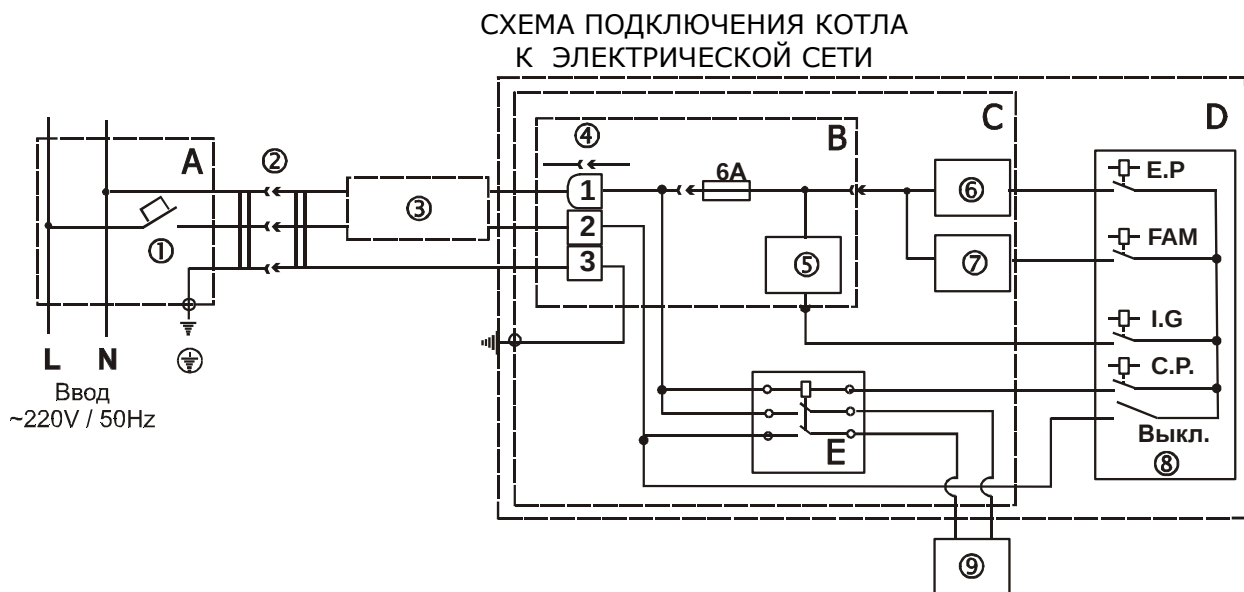

Рис. 33.1.
2. Подключение котла к электрической сети. (Рис. 33.1.)
2.1. Подключение котла к электрической сети отапливаемого объекта выполняется, как показано на схеме подключения котла к электросети (см. рис. 33.1. и рис. 34.2.).
Условные обозначения на схеме (рис.33.1.):
2.2. Электрическое оборудование котла должно питаться от одного источника электроэнергии и выключаться при помощи одного выключателя. Для этого, на обогреваемом объекте, электропитание котла (см. рис. 33.1.) выполняется от распределительного шкафа "A", и отдельного автоматического выключателя 1.
Примечание. Проверка подключения электровилки к электророзетке проверяется по фазовой линии от электророзетки до электрической части котла. В комплекте котла поставляется электрошнур с электровилкой с зануляющим контактом с одной стороны и с разъемным соединением 3PIN с другой стороны. Контакт "2" разъемного соединения 3 PIN (см. поз.4 на "Схеме подключения котла к электрической сети", рис. 33.1.) через питающий провод соединяется с штифтом "L" электровилки (см. рис. 34.2.). Штифт "L" электровилки соединяется с гнездом "L" электророзетки.